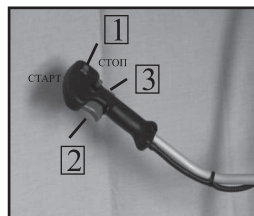

рис.8
а) Переведите выключатель зажигания 1 (рис.8) в положение “СТАРТ”;
7.2.1 Отпустите рычаг управления дроссельной заслонкой 3 (рис.8).
7.2.2 Переведите выключатель зажигания 1 (рис.8) в положение “СТОП”
8.2.2 Снимите крышку воздушного фильтра 1 (рис.8), аккуратно потянув её на себя. Извлеките поролоновый воздушный фильтр 2 (рис.14).